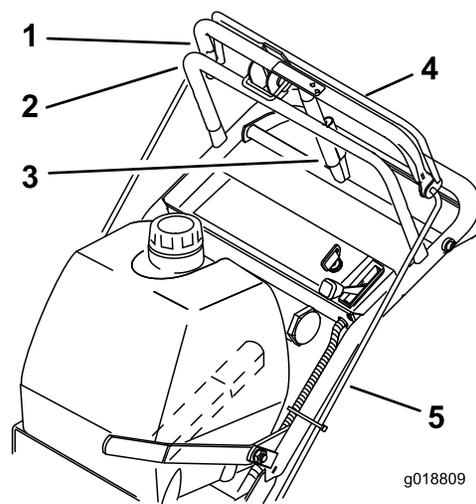

Figure 22
1. Vérifiez l'espace entre la barre de commande supérieure et la barre fixe quand la transmission aux roues est complètement embrayée. Il doit être de 25 à 32 mm (1 à 1-1/4") environ (Figure 22).